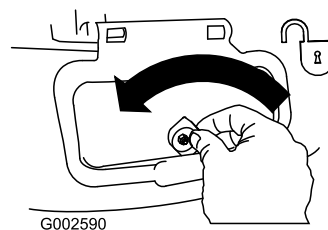

Figura 20
1. Desbloquee la puerta de descarga lateral (Figura 20).